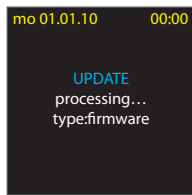

fig. 3
- La apăsarea butonului „START”, programul începe transmisia (fig. 3)